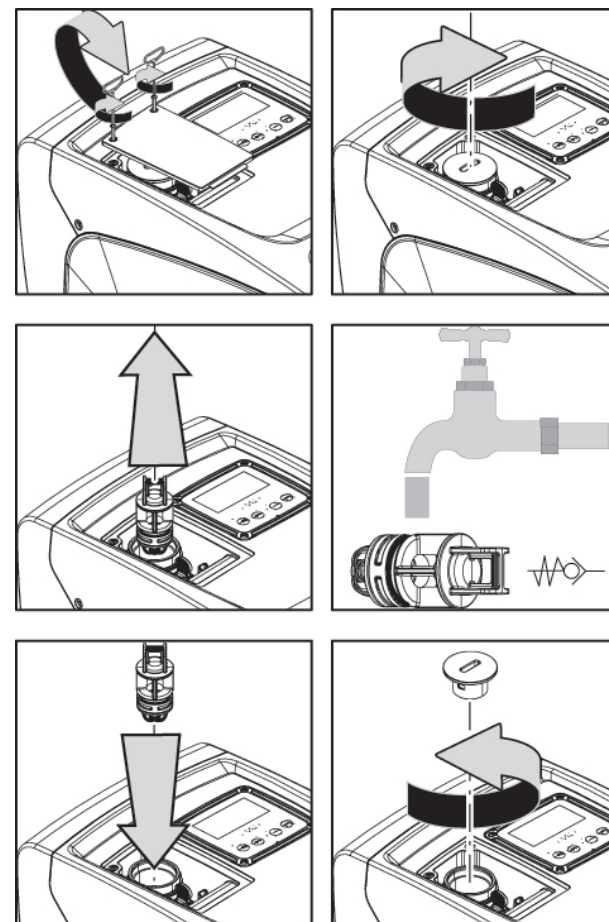

Fig. 21
1. ta bort luckan till utrymmet för extra underhåll (Fig. 1, sida F) genom att lossa de två låsskruvarna med det medföljande verktyget. Ta inte bort skruvarna helt utan använd dem för att dra ut luckan. Tappa inte skruvarna in i systemet när de har tagits bort från luckan (Fig. 21);
2. använd en skruvmejsel och ta bort 1"1/4 pluggen för att komma åt backventilen (Fig. 21);
3. använd en tång och dra, utan att vrida, ut backventilens patron genom att gripa om byggingen som är specifikt avsedd för detta (Fig. 21). Du kan behöva ta i lite grann;
5. för åter in patronen på sin plats. De två O-ringarna behöver tryckas samman vid införandet (Fig. 21);
6. dra åt 1"1/4 pluggen helt. Pluggen hjälper till att föra in patronen om den ännu inte är helt införd (Fig. 21);
7. sätt tillbaka luckan och dra åt de två skruvarna (Fig. 21).